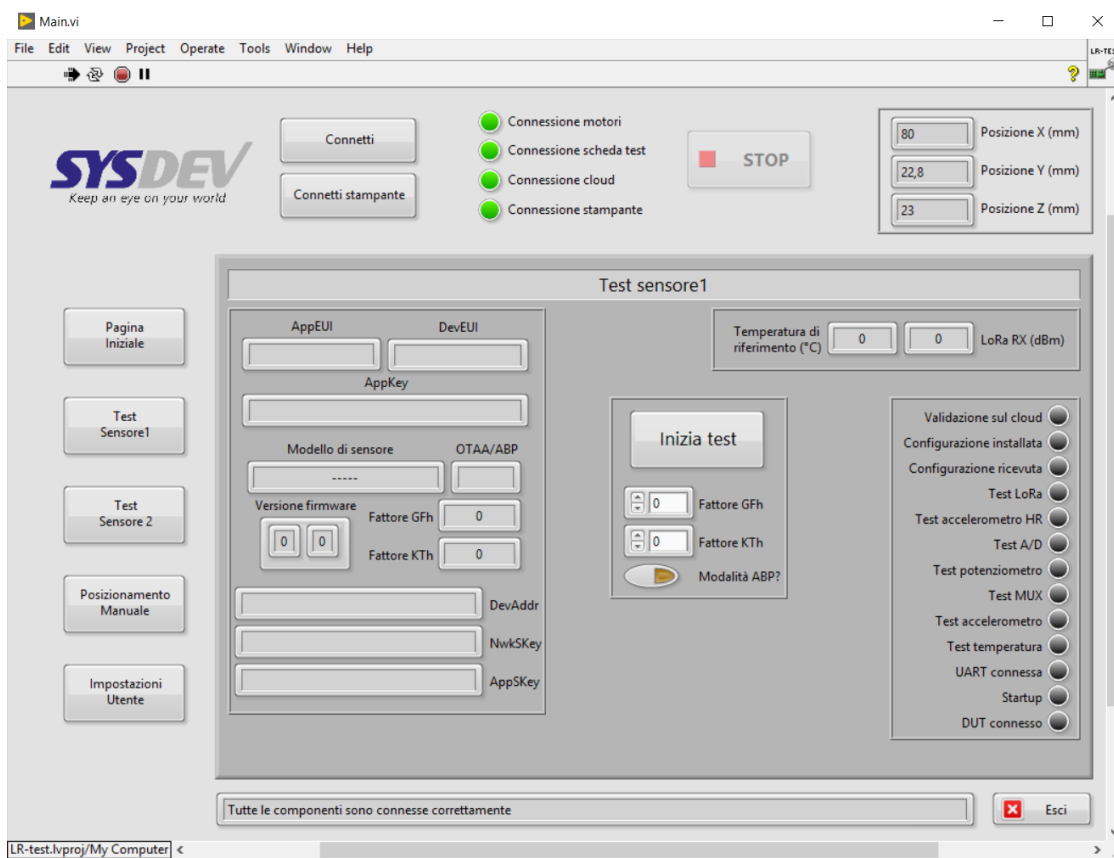

Figura 3.6: Interfaccia utente per effettuare il test sul DUT
- **Test sensore 1:** sezione in cui si possono eseguire le fasi di test del sensore inserito nella posizione 1 di LR-TEST (Figura 3.6).
Nella sezione del programma mostrata in Figura 3.6 è possibile eseguire il test e la configurazione automatica dei DUT. Per poter accedere a questa sezione bisogna prima aver connesso correttamente tutte le componenti hardware di LR-TEST.